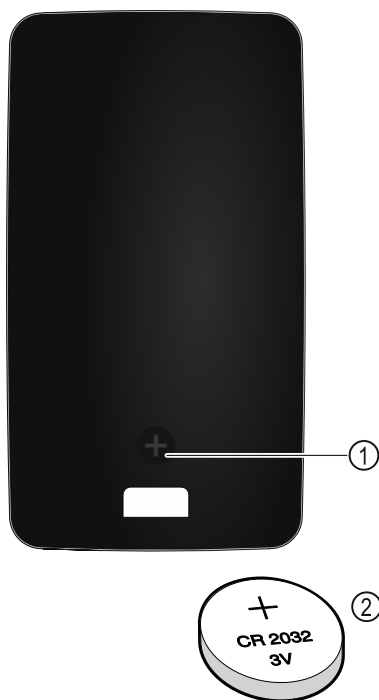

Fig. 229
Napájení dálkového ovládání proudem probíhá pomocí baterie typu CR 2032 na 3 V Fig. 229 (2), jakou lze běžně obdržet v dané prodejně.
- Vyšroubujte šroubek Fig. 229 (1) na zadní straně dálkového ovládání.